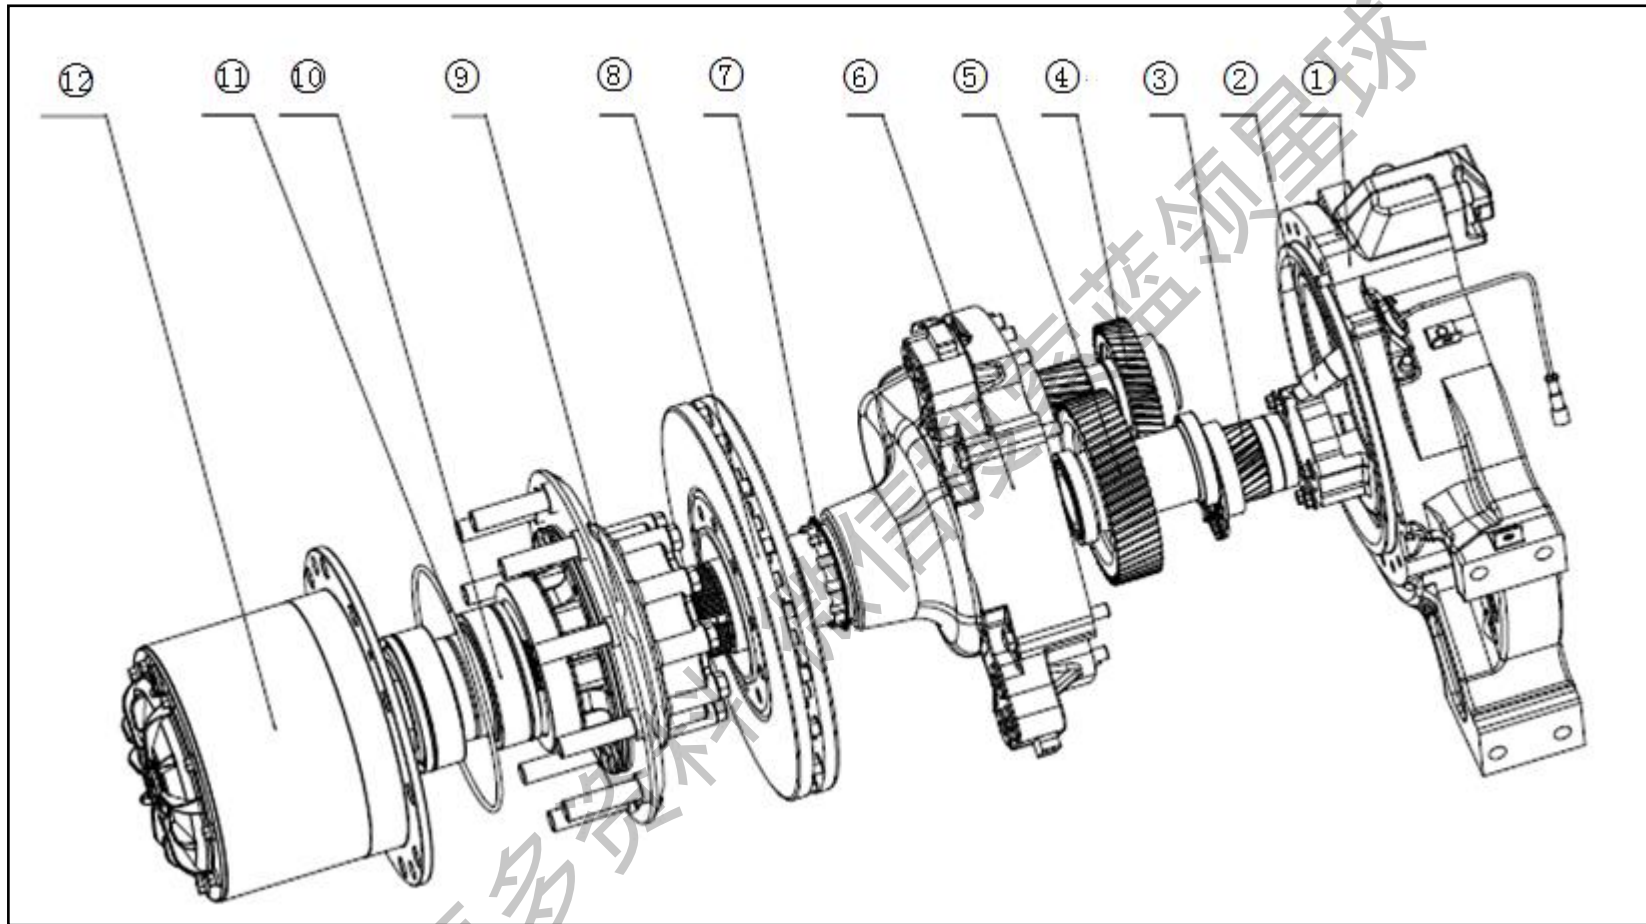

图2
1.2 BYDK9减速器结构图（单边结构）（见图2及表1）。